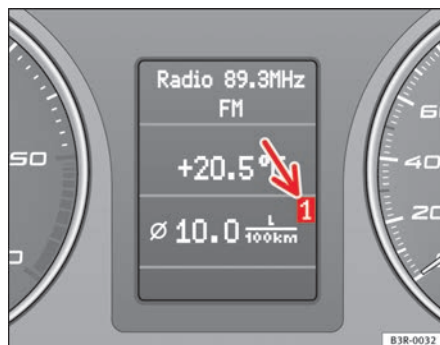

Abb. 58 Bordcomputer: Speicherebene 1
Welche Speicherebene gerade im Display angezeigt wird, können Sie anhand der dargestellten Nummer ⇒ Abb. 58 erkennen. Die Daten des Einzelfahrt-Speichers (Bordcomputer 1) werden angezeigt, wenn im Display eine 1 erscheint. Erscheint eine 2, werden die Daten des Gesamtfahrt-Speichers (Bordcomputer 2) angezeigt.
- Tippen Sie die Reset-Taste **(B)** so lange an, bis im Display Bordcomputer (Speicherebene 1 oder 2) erscheint ⇒ Seite 88, Abb. 58.